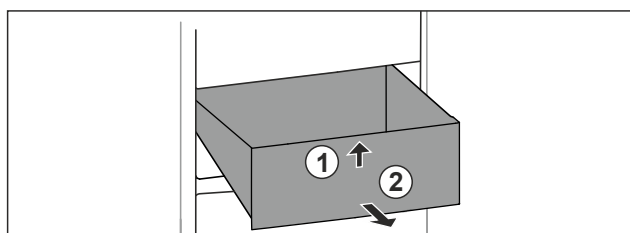

Fig. 72
- ▶ Soulever la partie avant du tiroir. Fig. 72 (1).
- ▶ Retirer le tiroir par l'avant. Fig. 72 (2)